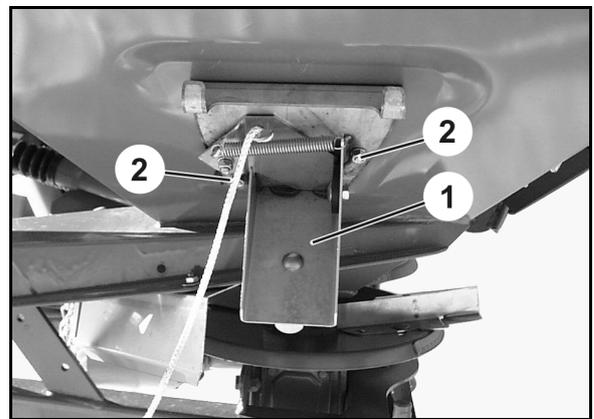

図 42
2. 排出シュート (図 42/1) を固定ねじ (図 42/2) で取り付けます。